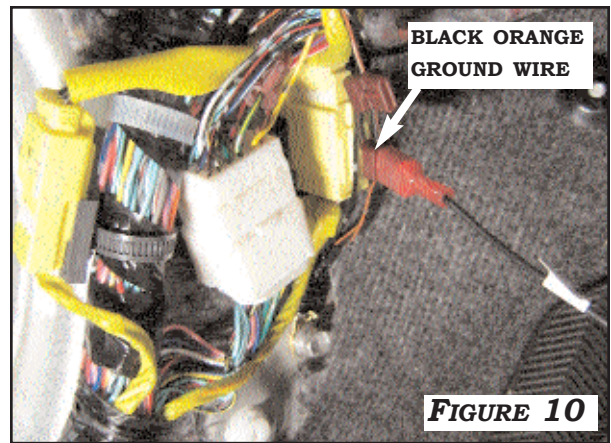

FIGURE 10
12. CONNECT **BLACK WIRE** OF MAIN CRUISE HARNESS TO **BLACK/ORANGE GROUND WIRE** BEHIND THE DRIVER SIDE KICK PANEL AT THE VEHICLE GROUND POINT. **FIGURE 10.**